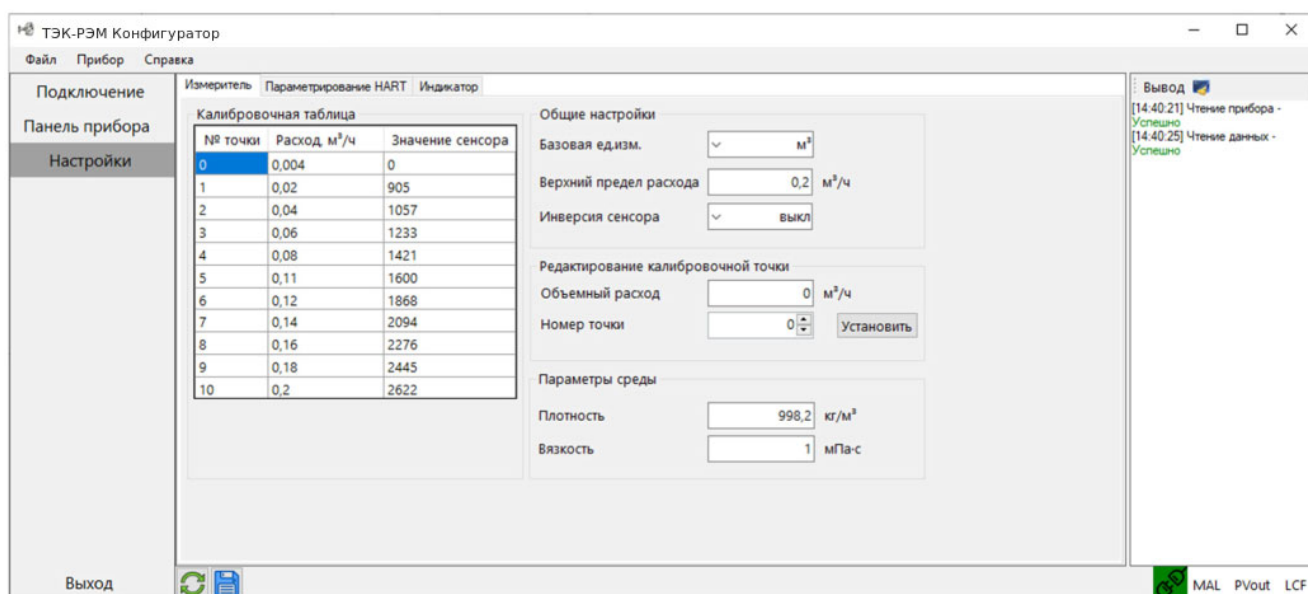

Рисунок 5 – Настройка измерителя
- настройка измерителя (рисунок 5);